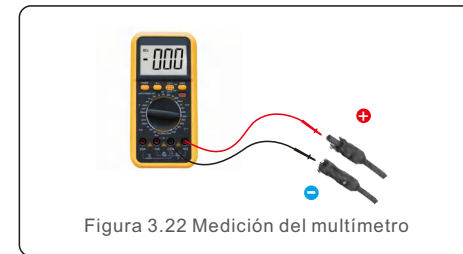

Figura 3.22 Medición del multímetro
5. Mida la tensión FV de la entrada de CC con un multímetro, compruebe la polaridad del cable de entrada de CC (consulte la figura 3.22) y asegúrese de que la tensión de cada cadena está dentro del rango de funcionamiento del inversor.